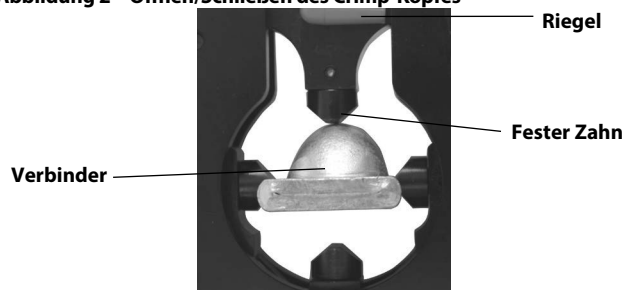

Abbildung 3 – Ausrichten des Verbinders am festen Zahn
6. Befolgen Sie alle Anweisungen des Herstellers der Pressverbindung bezüglich der Position der Pressung. Bei einigen Kabelgrößen ist mehr als ein Crimp-Vorgang je Verbinder erforderlich. Zentrieren Sie den Verbinder gerade am festen Zahn (der sich am Riegel befindet) (Abbildung 3). Wenn der Verbinder nicht am festen Zahn zentriert ist oder sich zwischen den Zähnen befindet, kann die Pressung unzureichend sein oder das Werkzeug kann beschädigt werden. Richten Sie bei einer einzelnen Pressung die Zähne an den Linien am Verbinder aus. Wenn laut Anweisung des Verbinderherstellers mehrere Pressvorgänge erforderlich sind, achten Sie darauf, dass zwischen den Ösenlinien genügend Platz für gleichmäßige Abstände zwischen den Pressungen ist.